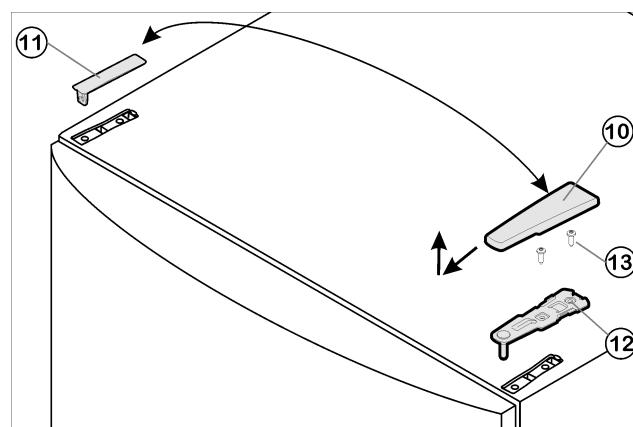

Fig. 9
- Enlever le cache Fig. 9 (10) vers l'avant et le haut.
- Retirer le cache Fig. 9 (11).
- Dévisser le Fig. 9 (12) support d'appui supérieur (2 Torx® 25) Fig. 9 (13) et retirer vers le haut.
- ▶ Placer le support d'appui supérieur Fig. 9 (12) sur le nouveau côté charnière de porte.
- ▶ Visser le support d'appui supérieur à fond (avec 4 Nm) (2 Torx® 25) Fig. 9 (73). Pointer les trous de vissage ou utiliser une visseuse sans fil.
- ▶ Faire encliquer le cache Fig. 9 (11) et le cache Fig. 9 (10) du côté opposé.